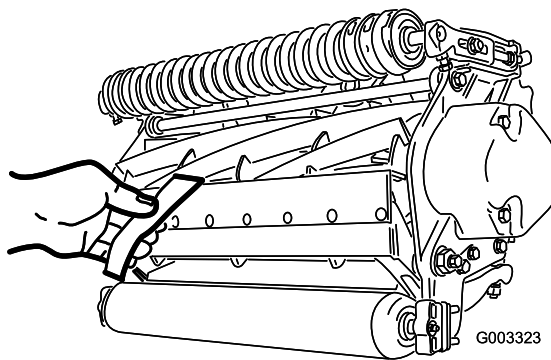

Bild 14
12. Testen Sie die Schnittleistung, indem Sie einen langen Streifen des Toro Schnittleistungspapiers senkrecht zum Untermesser zwischen die Spindel und das Untermesser legen (Bild 14).